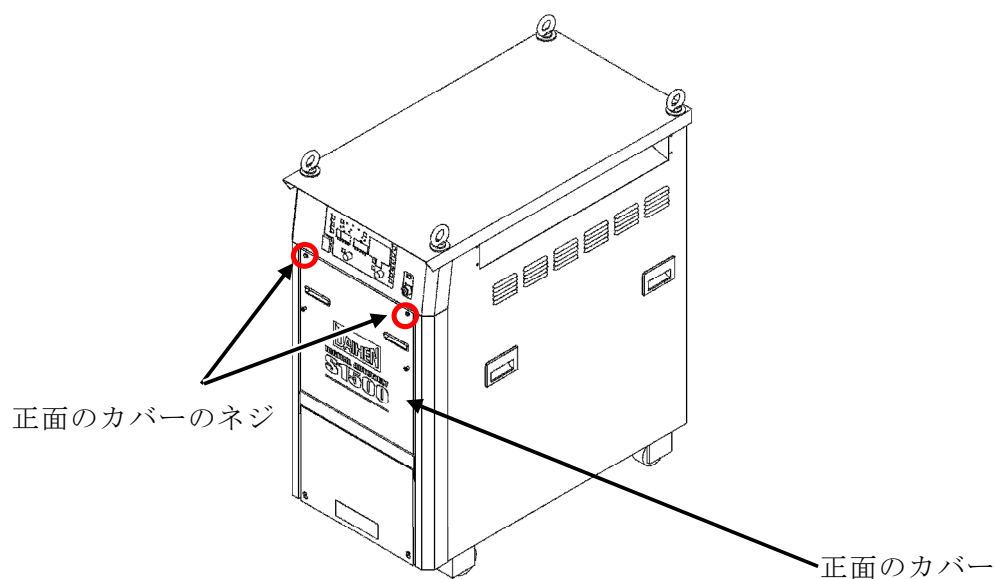

図1. 正面のカバー
(1) 配電箱の開閉器をオフにします。
(2) 溶接電源の正面のカバーのネジを取り外し、正面のカバーを取り外します。(図1)